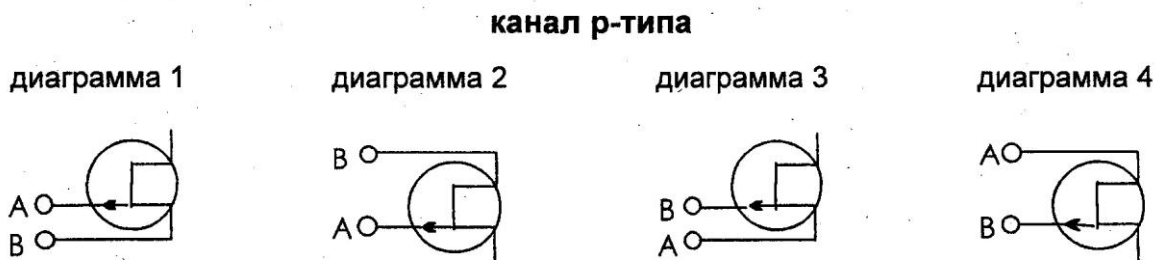

Рис. 6.1.3
- Затем замените транзистор с каналом n-типа транзистором с каналом p-типа (рис. 6.1.3). Определите состояния p-n переходов путем измерения для диаграмм 1...4 и занесите результаты в табл. 5.1.1.